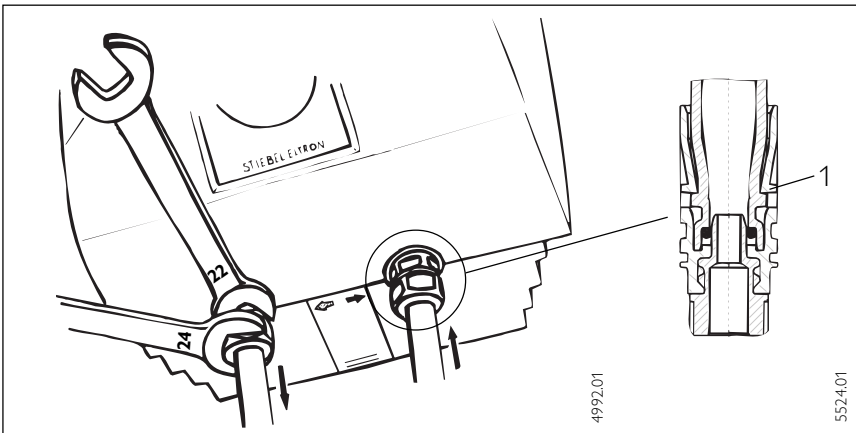

Abb. 7/Fig. 7/Afb. 7
Ein beschädigter Wasseranschlußnippel kann ausgetauscht werden, dazu sind die beiden Rasthaken Abb. 7, Pos. 1 zu entfernen.
A damaged connection thread can be exchanged by removing the hooks (Fig. 7, pos. 1) using screwdriver. The washers must be replaced.
Un raccord fileté endommagé peut être changé, à cet effet enlever le joint de sécurité, fig. 7 rep. 1. Remplacer les joints d'étanchéité.